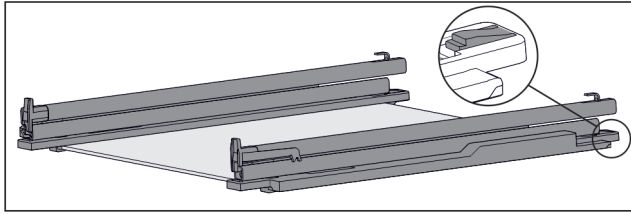

Fig. 128 Glasplatte mit Schienen und Halteteilen
- ▶ Halteteil hinten herunterdrücken (siehe Fig. 128) und gleichzeitig Schiene nach hinten schieben.